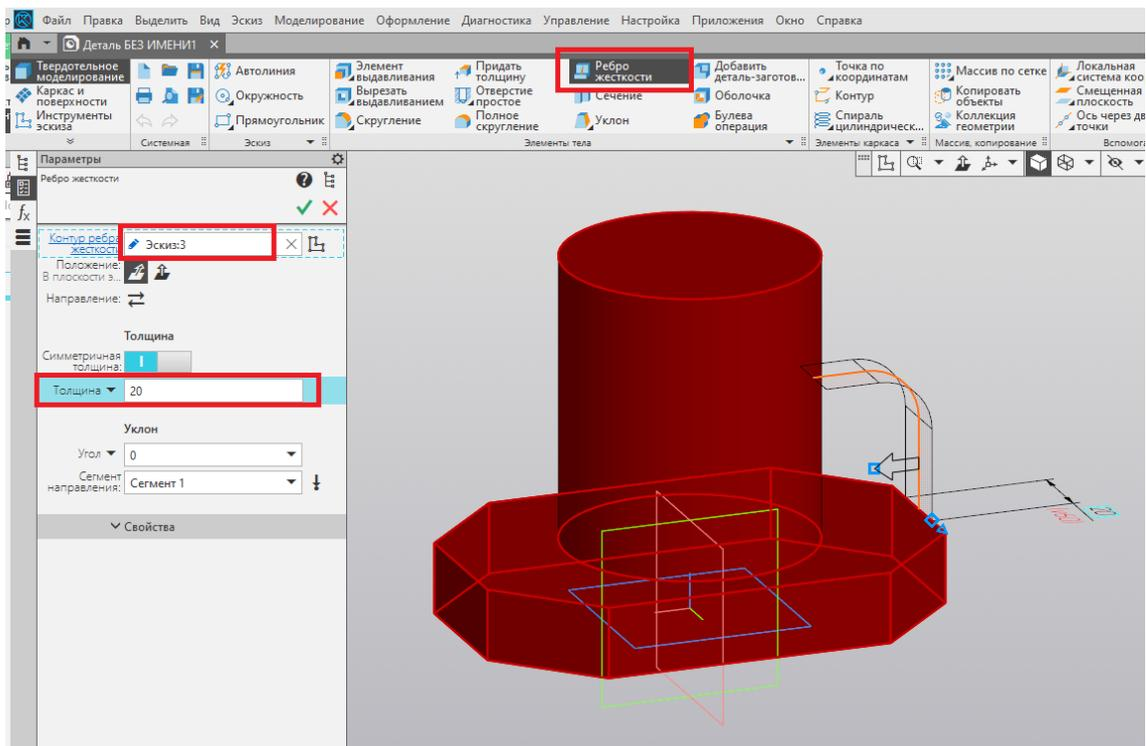

Рис. 87
15. При помощи команды «Ребро жёсткости» выполняем построение ребра жёсткости толщиной 20 мм. Завершаем выполнение команды нажатием на зелёную галочку (рис. 87).